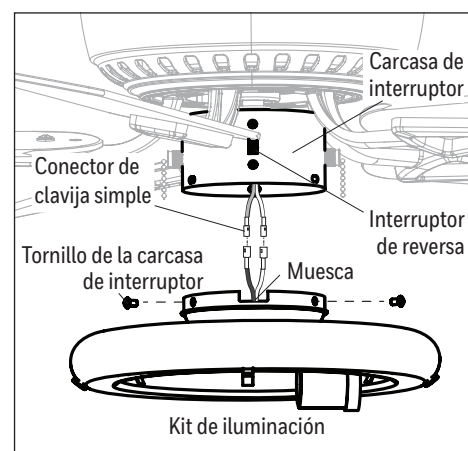

Figure 4.6
- Retire los tres tornillos de la carcasa del interruptor que se encuentran en el borde superior del kit de iluminación. Luego, enchufe los conectores de clavija simple de la carcasa del interruptor a los conectores de clavija simple del kit de iluminación: azul con negro y blanco con blanco. Luego, fije el kit de iluminación a la carcasa del interruptor con los tres tornillos de la carcasa del interruptor que retiró previamente. **Nota:** alinee la muesca de la tapa de la carcasa del interruptor con el interruptor de reversa (Figure 4.6).